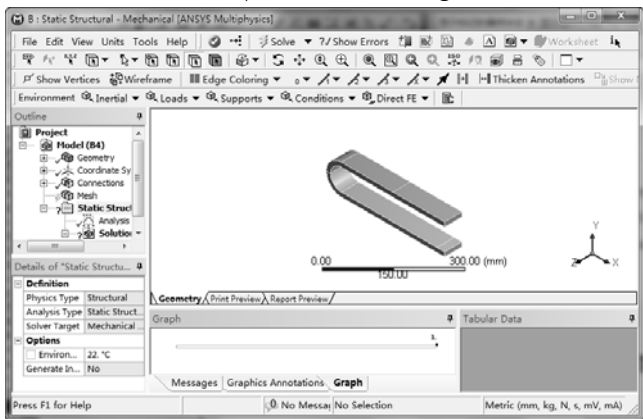

图 8-25 Mechanical 用户界面
1) 双击【Project Schematic (项目管理区)】中项目 B 的 B4 栏的【Model】项，进入 Mechanical 界面。在该界面下可进行网格划分、分析设置、结果观察等，如图 8-25 所示。